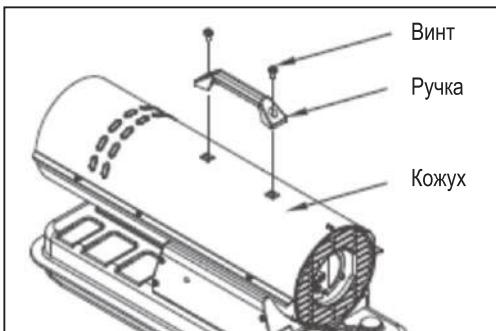

Рис. 6
**Сборка пушки (модели ТП14ДБ, ТП22ДБ) (рис. 6)**